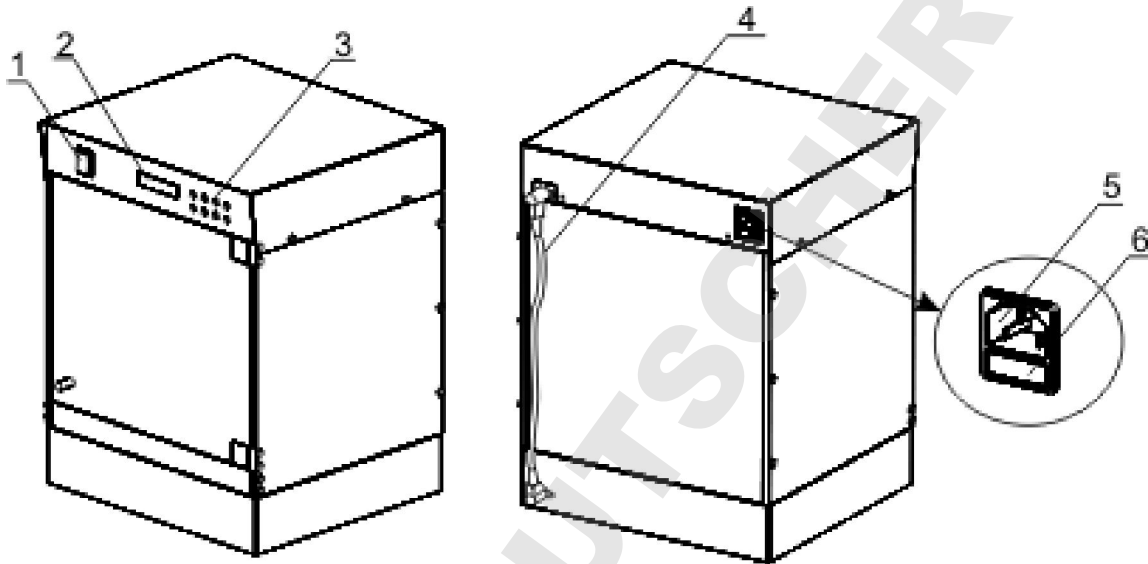

Fig.1 Composition de l'appareil
- l'interrupteur d'alimentation (fig.1/1);
- l'écran (fig.1/2);
- les boutons de commandes (fig.1/3).
- le câble de contrôle du bloc d'agitation (fig.1/4);
- la prise pour connecter le cordon d'alimentation (fig.1/5);
- le porte-fusible (fig.1/6).
- Plate-forme PUP-12 ❶ sur commande
- Plate-forme PP-4 ❷ sur commande
- Plate-forme P12-100 ❸ sur commande
- Plate-forme P6-250 ❹ sur commande
- Plate-forme P16-88 ❺ sur commande
- Support HB-200 ❻ sur commande
- connectez le câble de contrôle de l'agitateur (fig.1/4) dans la prise correspondante située sur la face arrière des blocs thermostaté et d'agitation;
- Branchez le câble d'alimentation dans la prise située sur la face arrière de l'appareil (fig.1/5) et placez l'appareil de manière à pouvoir accéder facilement à l'interrupteur d'alimentation et au connecteur.
Déconnectez l'appareil du secteur. Déconnectez le cordon d'alimentation de la prise située sur la face arrière de l'agitateur-incubateur. Ouvrez le porte-fusible (fig.1/6). Remplacez par le fusible adéquat (pour 230V, - T1 A, pour 120V - T2 A).